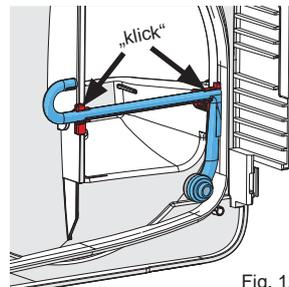

Fig. 12
- Colocar novamente o tubo irrigador, pressionando-o para dentro dos dois suportes (fig. 12).